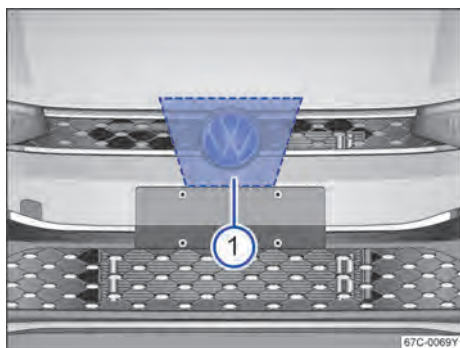

图 94 雷达传感器
警告时刻因交通情况和驾驶员行为而各异。同时会使汽车为可能的紧急制动作好准备 →图 94。
为探测交通情况，VW 标志后方的散热器格栅内安装有一个雷达传感器 → 图 94 ①。因此可识别最远约 100 m 的前车。
雷达传感器前方和四周的区域 → 图 94 不得被贴签、附加大灯、牌照装饰框或其他类似物体遮盖，因为这样做可能会影响车前测距监控系统的功能。